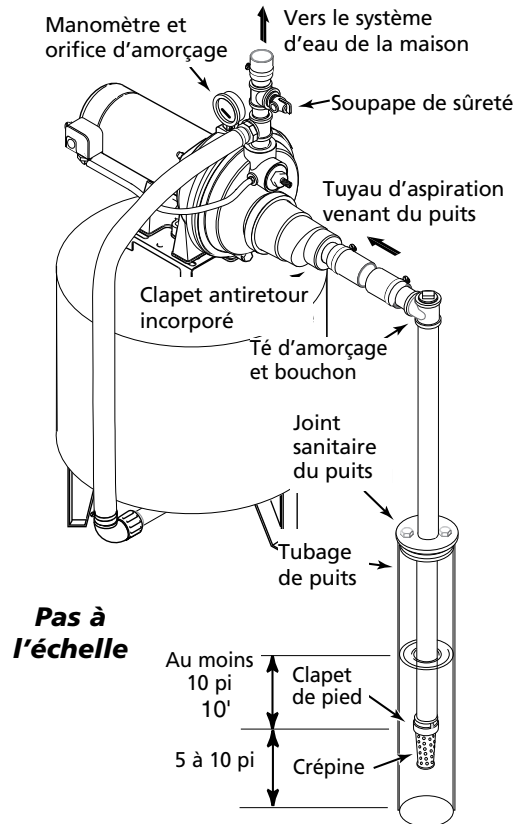

Figure 5 – Installation dans un puits à tubage
Installation sur un puits à tubage de 2 pouces de diamètre ou plus grand (Figure 5)
3. Brancher le clapet de pied, la crépine et le tuyau du puits (voir la Figure 5). S'assurer que le clapet de pied fonctionne librement.
5. Poser le té d'amorçage et le tuyau d'aspiration sur la pompe (voir la Figure 5). Brancher le tuyau provenant du puits sur l'orifice d'aspiration de la pompe en utilisant le moins possible de raccords - en particulier des coudes - étant donné que les raccords augmentent le frottement de l'eau dans les tuyaux. Le diamètre du tuyau d'aspiration doit être au moins aussi grand que le diamètre de l'orifice d'aspiration de la pompe. Utiliser du ruban d'étanchéité en PTFE pour filetage sur les raccords de tuyaux filetés. Supporter le tuyau de façon qu'il ne soit pas cintré afin qu'il n'exerce pas de contraintes sur le corps de la pompe; de plus, il doit être légèrement incliné vers le haut, du puits jusqu'à la pompe (les points hauts risquent de causer des poches et des bouchons d'air dans la pompe). Rendre étanches les joints du tuyau d'aspiration avec du ruban d'étanchéité en PTFE pour filetage. Les raccords doivent être étanches à l'air et à l'eau. Si le tuyau d'aspiration aspire de l'air, la pompe ne pompera pas l'eau du puits.